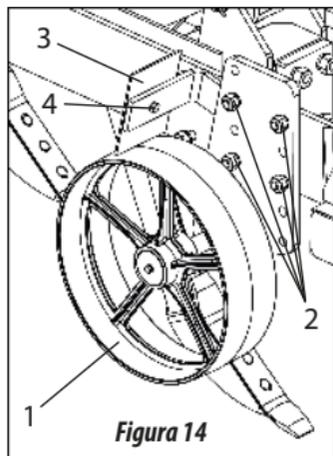

Figura 14
- 04 - La profundidad de trabajo del ASDAH es regulada a través de la rueda item 1 figura 14. Para esta regulación, aflojar las tuercas item 2 y desplazar la rueda hasta la medida determinada. Apretar las tuercas.
- 05 - Regular también los limpiadores item 3 aflojando las tuercas item 4, desplazando el mismo hasta quedar con una holgura de 10 a 20mm de la rueda.